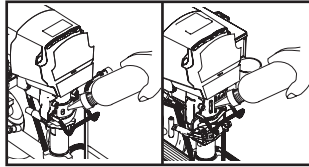

Fig. 13
6. Riempire il dado del premistoppa della gola con TSL per prevenire l'usura del premistoppa. Eseguire questa operazione ogni volta che si spruzza. (Fig. 13)